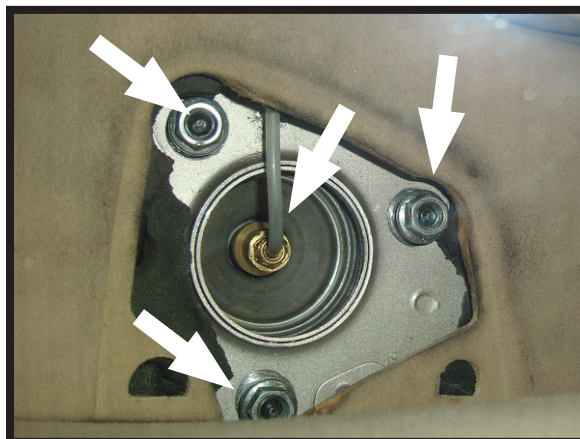

FIGURA 3
5. AFLOJE Y EXTRAIGA LAS 3 TUERCAS DE MONTAJE DE LA PARTE SUPERIOR DEL PUNTAL NEUMÁTICO. DESCONECTE EL TUBO DE AIRE. (FIGURA 3)